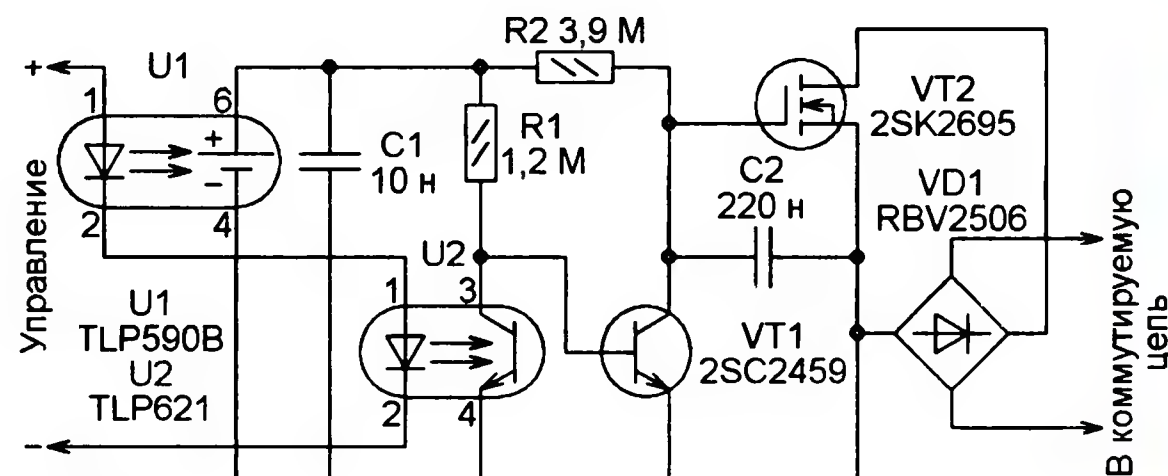

Рис. 9
**Коммутатор переменного напряжения с оптической развязкой (рис. 9** <http://www.ne.jp/asahi/evo/amp/K3497J618/Zenkairo.gif>). Когда ток через излучающие диоды оптронов U1 и U2 отсутствует, полевой транзистор VT2 закрыт, а устройство, в цепь сетевого питания которого включён диодный мост VD1, обесточено. При протекании через излучающие диоды тока около 10 мА напряжение "солнечной батареи" оптрона U1, образованной не-
дов) показана на рис. 9. Как и на рис. 4, переходные отверстия показаны залитыми. Элементы, выделенные красным цветом (микросхемы DD9, DD11, DD13 и разъёмы), установлены на стороне платы, противоположной светодиодам. Штыри разъёмов X6—X10 (серии PLS) вставлены в отверстия платы длинными частями так, чтобы их концы выступали приблизительно на 0,5 мм со стороны светодиодов. После пайки штырей к контактным площадкам объединяющие их пластиковые держатели сдвинуты вплотную к плате. В результате короткие части штырей удлиняются и становятся пригодными для подключения ответных гнездовых частей разъёмов серии BLS.